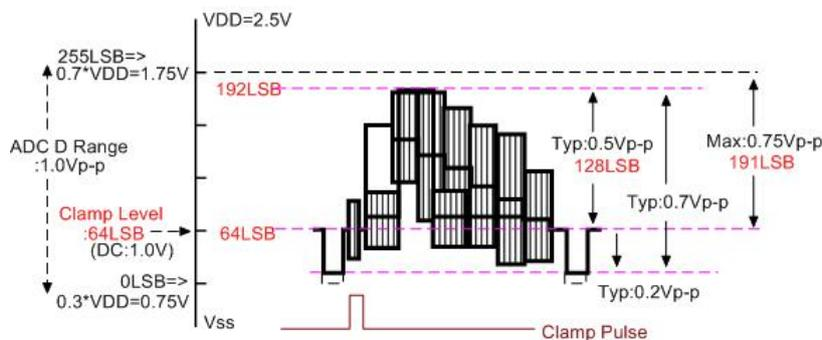

図 8-15 コンポジットビデオ信号推奨入力振幅
- (*6): コンジットビデオ信号の入力振幅は 0.7 V_{P-P} を推奨しています。詳細は図 8-15 をご参照ください。